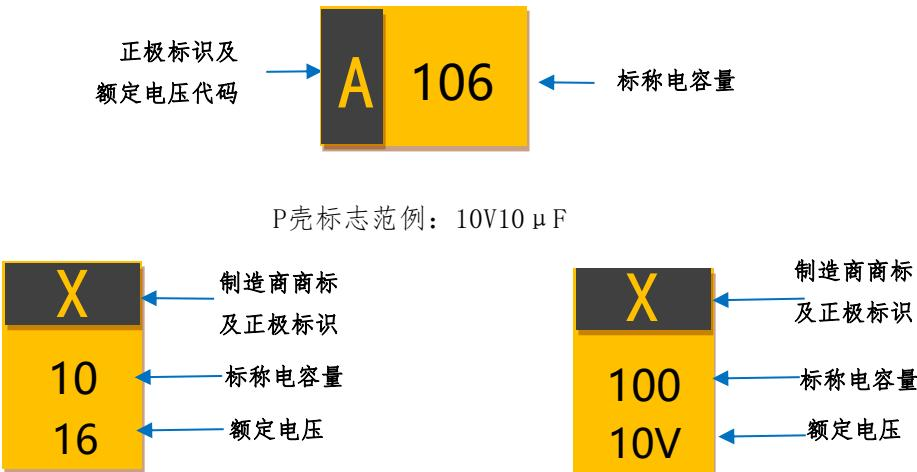

图2 钽电容器的标志示意图（示例）
- (1) 制造商商标及正极标识
- (2) 标称电容量
- (3) 额定工作电压
5.2 标志说明（见图2）